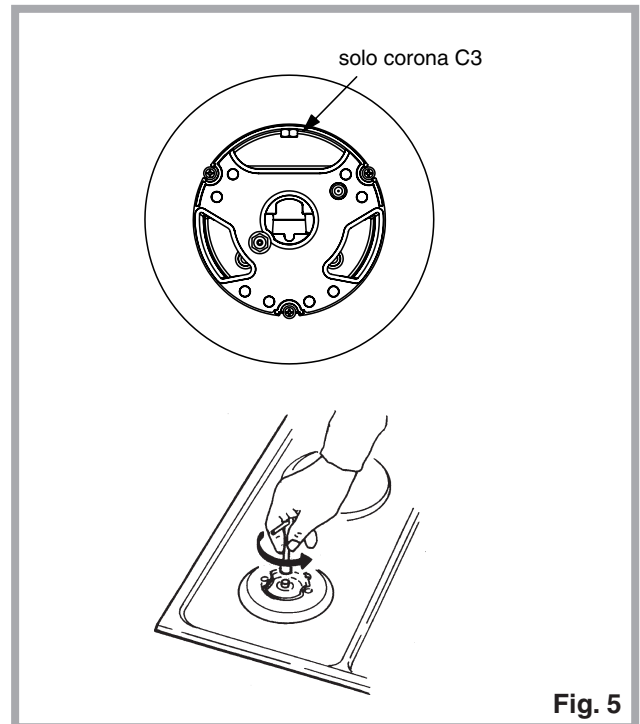

Fig. 5
### Adattamento a diverso tipo di gas (Fig. 5)
- alla sostituzione degli iniettori (Fig. 5) con i corrispondenti al tipo di gas da utilizzare (vedi tabella "Caratteristiche utilizzatori")